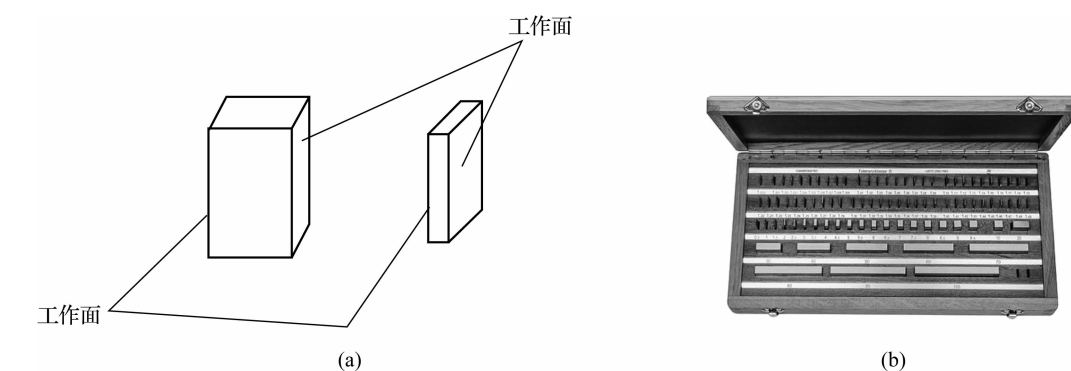

图 1-41 量块
(1)量块的外形。如图 1-41(a)所示,量块有两个工作面,其余为非工作面。工作面即测量面,是一对相互平行且平面度误差及表面粗糙度极小的平面。
(2)量块的应用。量块一般成套使用,装在特制的木盒中,如图 1-41(b)所示。常用成套量块的基本尺寸和块数见表 1-3。